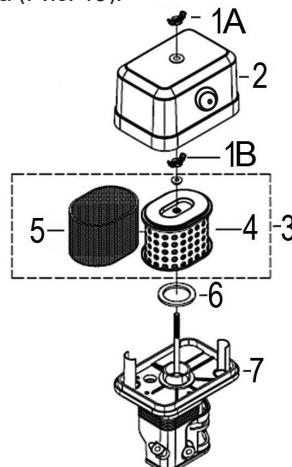

Рис. 19 Обслуживание воздушного фильтра
1. Открутите барашковую гайку 1A и снимите крышку 2 воздушного фильтра (Рис. 19).
2. Открутите барашковую гайку 1B и снимите воздушный фильтр 3 в сборе (Рис. 19).
3. Проверьте целостность и чистоту фильтрующих элементов. Поролоновый (предварительный) фильтрующий элемент 5 установлен на корпусе бумажного фильтрующего элемента 4 (Рис. 19).